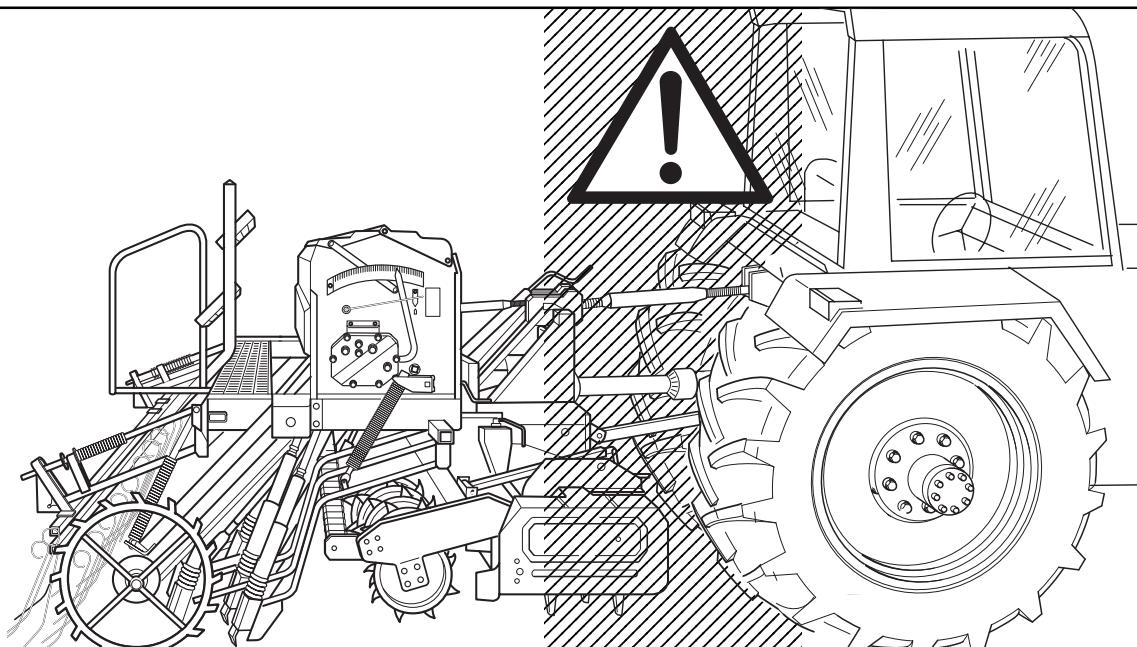

Fig. 2
- 29) È assolutamente vietato interporsi fra il trattore e l'attacco per manovrare il comando dall'esterno per il sollevamento (Fig. 2).
- 29) It is absolutely forbidden to stand between the tractor and linkage for maneuvering the lifting controls from the outside (Fig. 2).
- 29) Es ist absolut verboten, zwischen den Schlepper und den Anschluss zu treten, um die Aushebung von aussen zu betätigen (Abb. 2).
- 29) Il est absolument interdit de se mettre entre le tracteur et l'attelage pour manoeuvrer la commande de levage de l'extérieur (Figure 2).
- 29) Está absolutamente prohibido ponerse entre el tractor y el gancho para efectuar maniobras, desde afuera, con el mando para la elevación (Fig. 2).